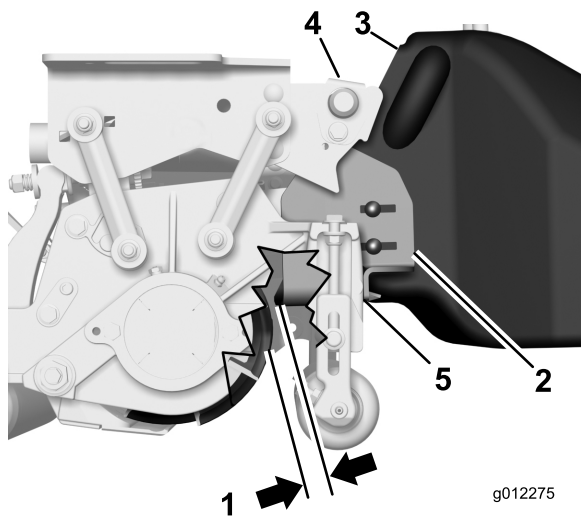

Bild 15
- Lösen Sie an jedem Ende des Korbs die Schlossschraubenmutter, mit denen die Korbanschlaghalterungen am Grasfangkorb befestigt sind (**Bild 15**).
- Positionieren Sie den Fangkorb so, dass er parallel mit der Schneideinheit ist, und dass ein Mindestabstand von 6 mm zwischen der Fangkorblippe und der Spindel besteht (**Bild 15**).